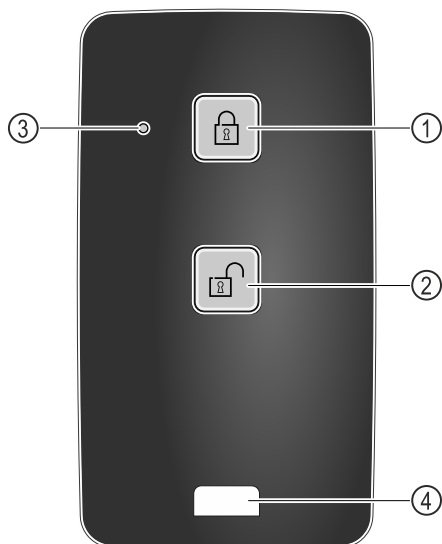

Fig. 210
- (1) Verrouiller la serrure
- (2) Déverrouiller la serrure
- (3) LED d'état
- (4) Œillet de fixation
- ▶ Appuyer sur la touche Fig. 210 (1) de la télécommande.
- ▶ Appuyer sur la touche Fig. 210 (2) de la télécommande.
- ▶ La LED d'état Fig. 210 (3) émet un signal visuel lorsqu'on appuie sur une touche.
- ▶ Œillet Fig. 210 (4) pour attacher la télécommande, par exemple à un trousseau de clés.